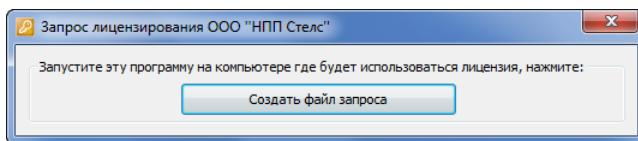

Рисунок 3.1 – Окно Запрос лицензирования
2. В открывшемся окне *Запрос лицензирования* (см. рисунок 3.1) нажмите кнопку *Создать файл запроса*.